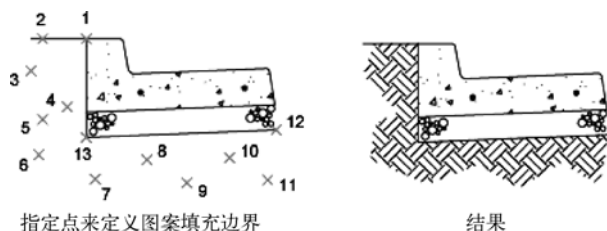

图 7-19 无边界图案填充的步骤
- 8) 按 **〈Enter〉** 键两次创建图案填充, 如图 7-19 所示。